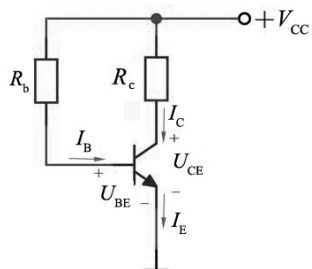

图 2-30 题 4 图
4. 三极管放大电路如图 2-30 所示,已知 $V_{CC}=+12\text{ V}$, $R_c=3\text{ k}\Omega$, $R_b=300\text{ k}\Omega$, $\beta=60$ 。试求: